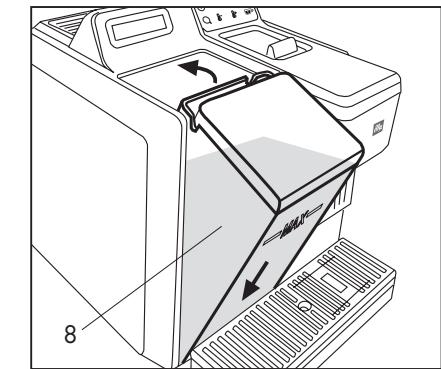

Abb. 3
- Um den Behälter wieder einzusetzen, kippen Sie ihn leicht und legen Sie ihn auf das Wasserventil. Drücken Sie ihn leicht von oben nach unten und dann in das Fach hinein bis er einrastet. (**Abb. 3**)